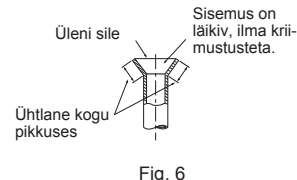

Fig. 6
- Võrrele laiendustööd joonisega Fig. 6.